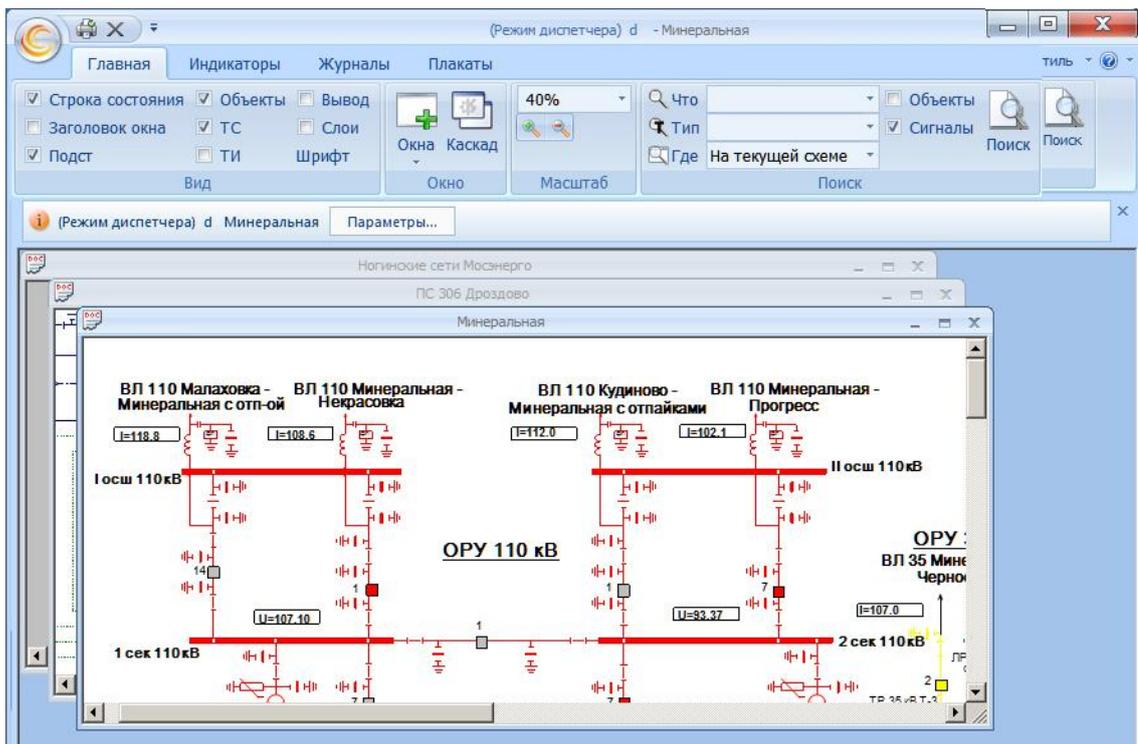

Рисунок 22 – Пример расположения окон каскадом
- «Каскадом» – расположить окна в рабочей области каскадом (рисунок 22);